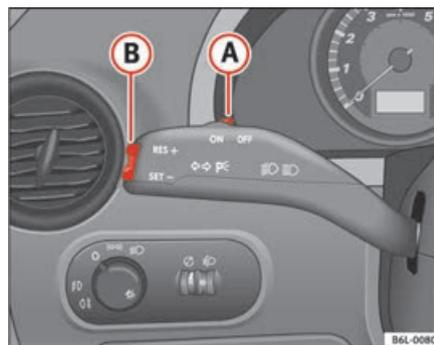

Fig. 108 Alavanca dos indicadores de direcção e máximos: comando e interruptor basculante para o regulador de velocidade
- Premir a parte superior do interruptor basculante **RES** ⇒ fig. 108 **B** para aumentar a velocidade. Enquanto o interruptor basculante estiver a ser premido, o veículo é acelerado. Soltando o interruptor basculante, é memorizada a nova velocidade.
Se se reduzir a velocidade com o pedal do travão, desliga-se o controlo da velocidade programada. Premindo uma vez a parte superior do interruptor basculante **RES+** ⇒ página 148, fig. 108 **(B)**, pode retomar-se a regulação.